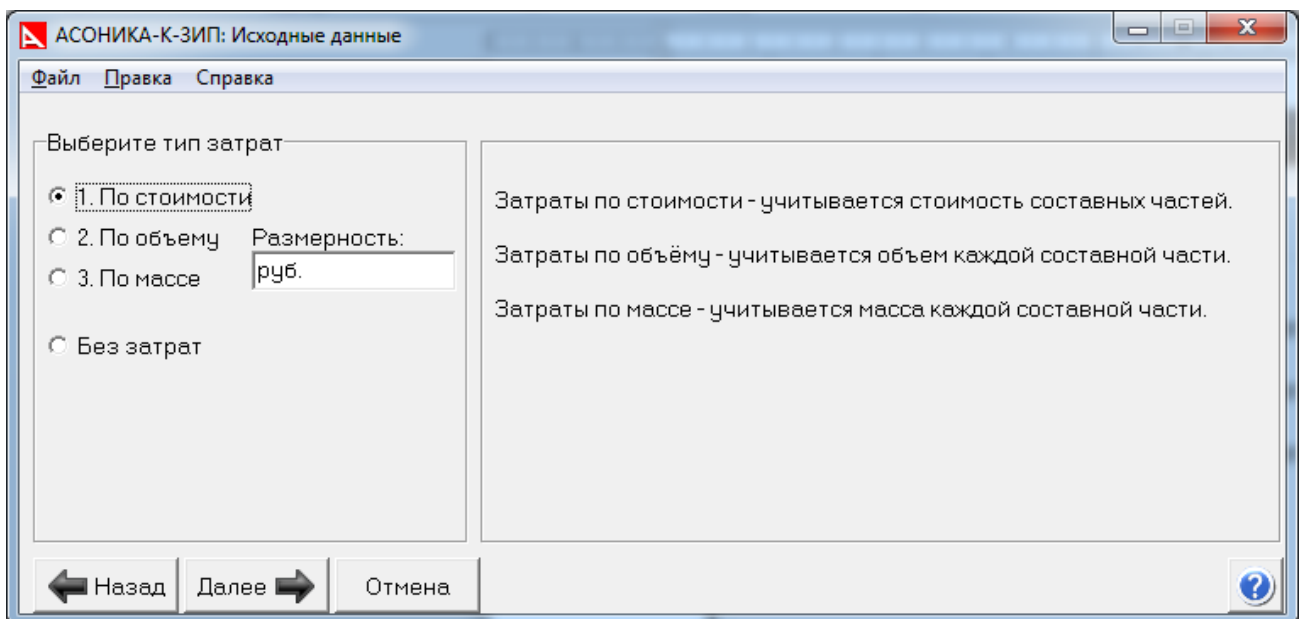

Рис. 3.7. Система АСОНИКА-К-ЗИП: выбор типа затрат
- В появившемся окне на панели «Выберите тип затрат» (см. рис. 3.7) нажмите кнопку напротив необходимого Вам типа затрат (стоимость объём, масса).